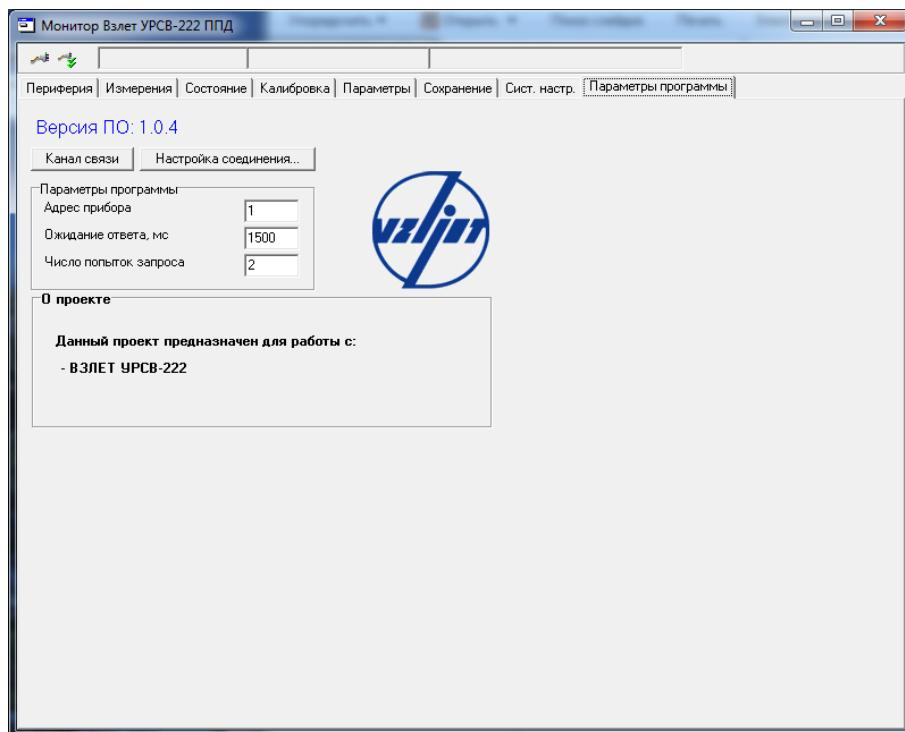
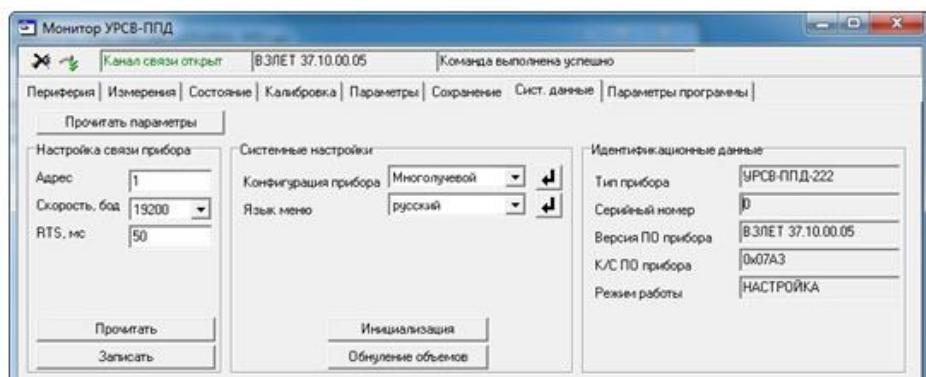

Рис.10 - Основное окно программы.
Рис.12 - Подтверждение установления связи с прибором.
4.1.3 Подключите RS-выход расходомера к последовательному порту компьютера через адаптер сигналов RS232/485 или к USB порту компьютера через адаптер интерфейсов USB-RS232/485. На компьютере запустите файл URSV\_222\_PPD.vpr. На экране монитора появится основное окно программы (см. рис.10).
4.1.5. В окне программы, приведенном на рис.10, установите связь с прибором, нажав кнопку **Канал связи**. При этом в окне монитора появится подтверждение установления связи с прибором (см. рис.12):